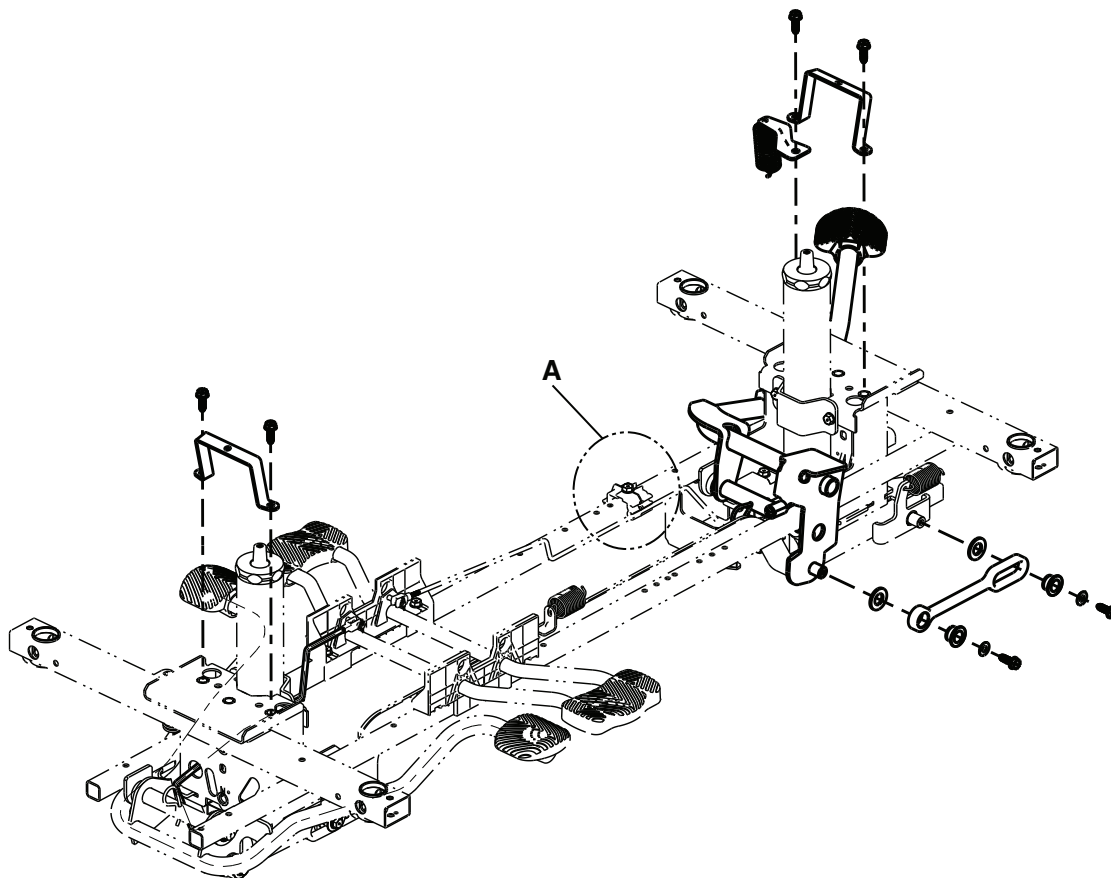

Figure 18 – Supports de tige de déblocage
5. Désenclencher les tiges de déblocage de la pédale du côté pieds des supports de tige de déblocage en plastique blanc (A) (Figure 18).